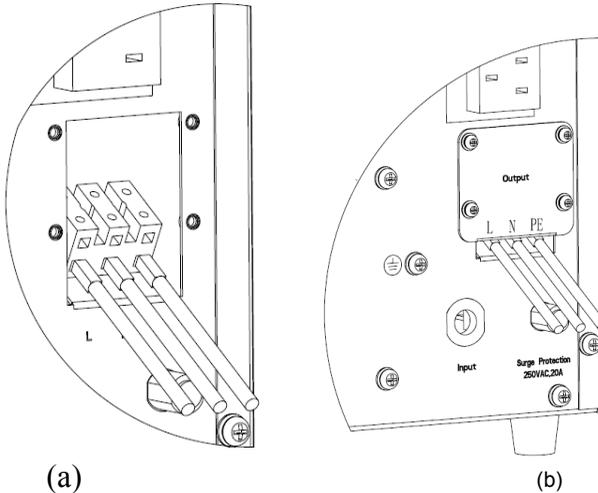

Fig.3 Terminale uscita 3KVA
- 2). Usare il cavo AWG14 per collegare il terminale di uscita fig.3(a)
- 4). Richiudere il coperchio come in fig.3(b).